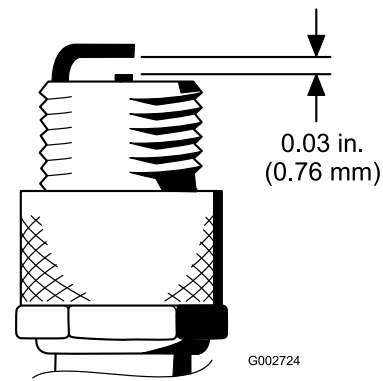

Bild 48
4. Stellen Sie den Abstand zwischen der Mittel- und der Masselektrode auf 0,76 mm ein (Bild 48).